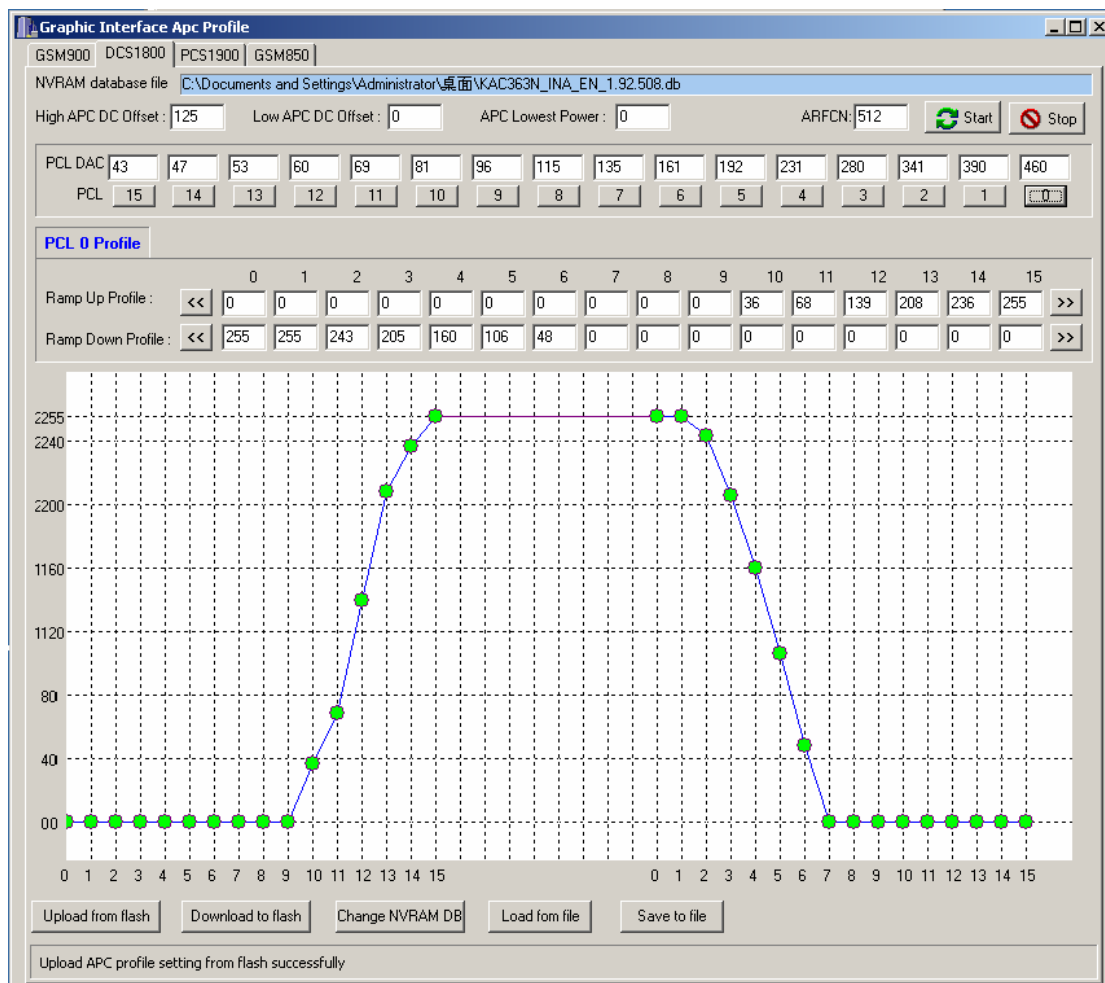

图 21
- 选中 PCL=0 时, 下面 PVT 功率时间模板的数值自动变为 L0 的 PVT 值, 同样, 点别的功率等级该值就相应变动, 可通过调整该功率等级对应的上升沿和下降沿数值, 改变上下升沿的形状, 该功能除了可以调 PVT 的形状外, 还可以对由于 PVT 设置不当引起的开关谱问题进行调整 (如要形象的看图形进行调整 PVT 的形状可在 TX level and profile 模式下进入【GMSK Graphic Ramp setting...】下进行调整, 如图 21 所示)。